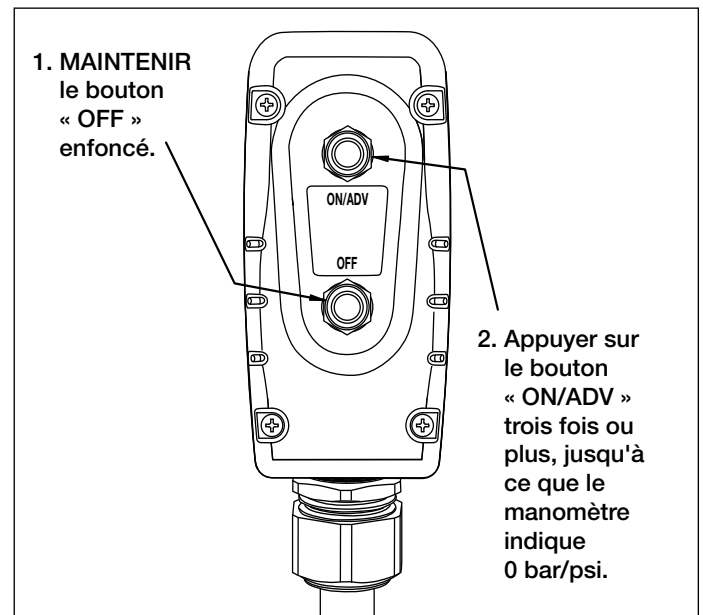

Figure 9, Relâchement de la pression
- Appuyer et maintenir le bouton « OFF » enfoncé. Voir figure 9.